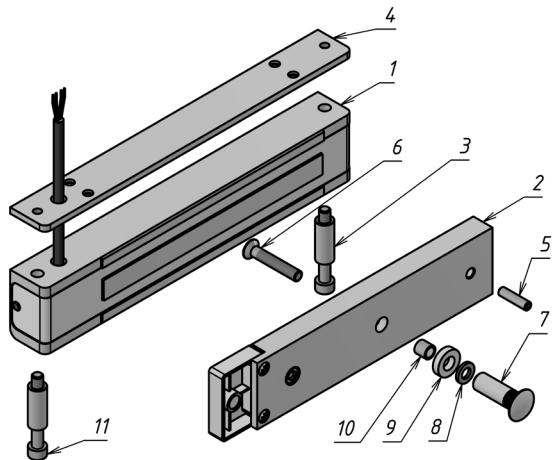

Рисунок 1 – Комплект поставки замка
3.1 Комплект поставки (рисунок 1):
- корпус (1).....- 1 шт.
- якорь (2).....- 1 шт.
- втулка (3).....- 2 шт.
4.5 Вит винта крепления якоря (поз.6 рис.1) необходимо затянуть с усилием, достаточным для